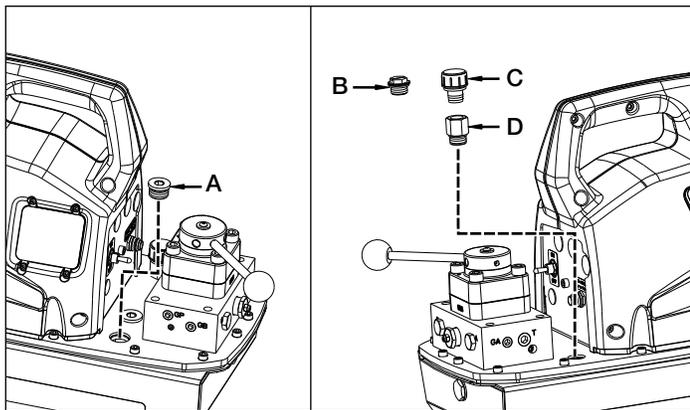
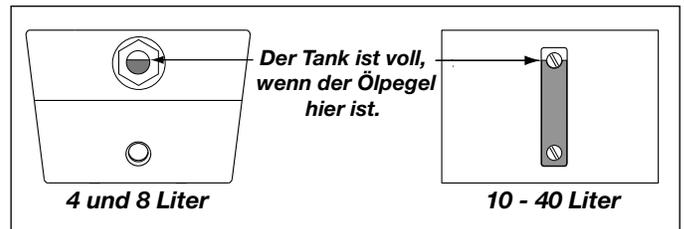

Abb. 2, Öleinfüllstopfen und Entlüftungsvorrichtung des Behälters
Abb. 4, Sichtglas
4.1 Öleinfüllstopfen und Entlüftungsvorrichtung des Behälters(siehe Abb. 2)
Überprüfen Sie den Ölstand der Pumpe vor dem Starten. Entfernen Sie den Öleinfüllstutzen (A) von der Abdeckplatte (siehe Abb. 2) und fügen Sie bei Bedarf Öl hinzu, wenn der Ölstand niedrig ist. Der Behälter ist voll, wenn der Ölstand dem in Abb. 4 entspricht.